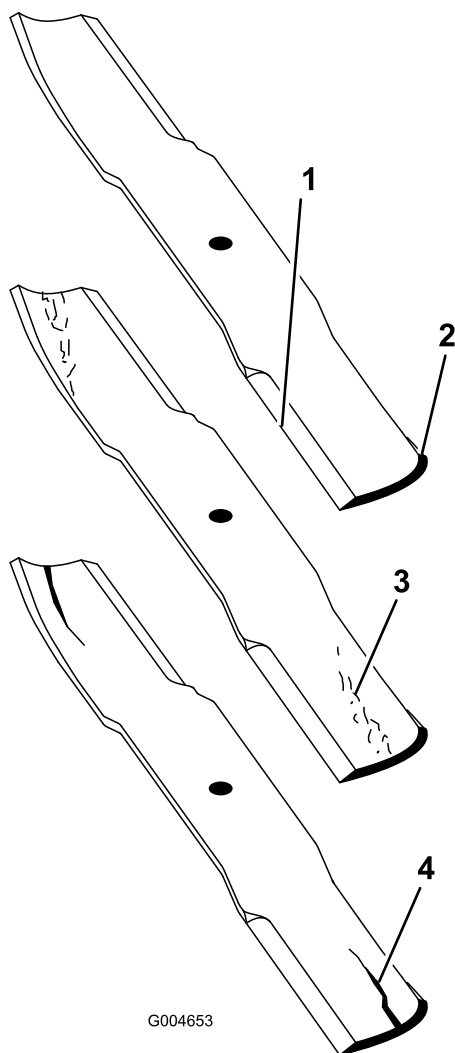

Figura 26
3. Verificate accuratamente i taglienti, con particolare attenzione ai punti d'incontro delle sezioni piatta e curva della lama (Figura 26).
Nota: Sabbia e materiali abrasivi possono consumare il metallo che connette le sezioni piatta e curva della lama, per cui si consiglia di controllare la lama prima di usare il tosaerba. Se notate dell'usura (Figura 26), sostituite la lama.